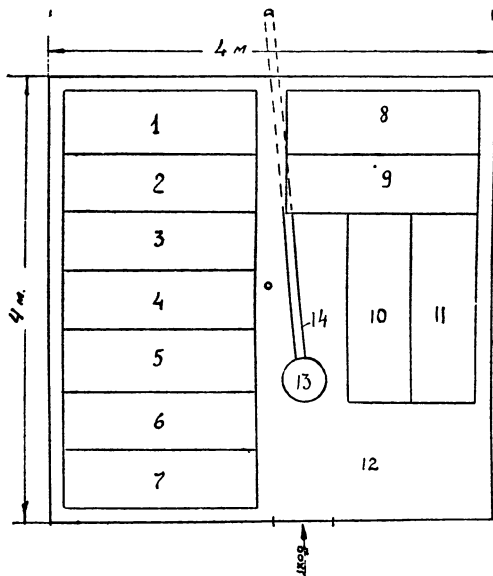

Рис. 9. Схема расположения людей в палатке зимой.
49. Вместимость палатки зимой 10—12 человек, лежа на полу или не на высоких нарах (рис. 9).